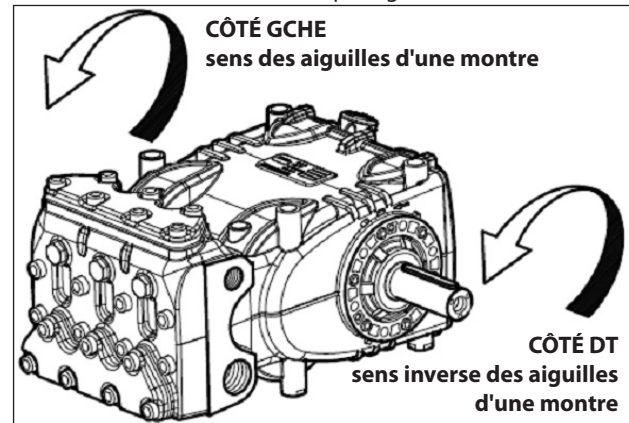

Fig. 5
En plaçant face à la tête de la pompe, le sens de rotation devra résulter comme il est indiqué Fig. 5
N.B. La version représentée sur la Fig. 5 est de Droite.